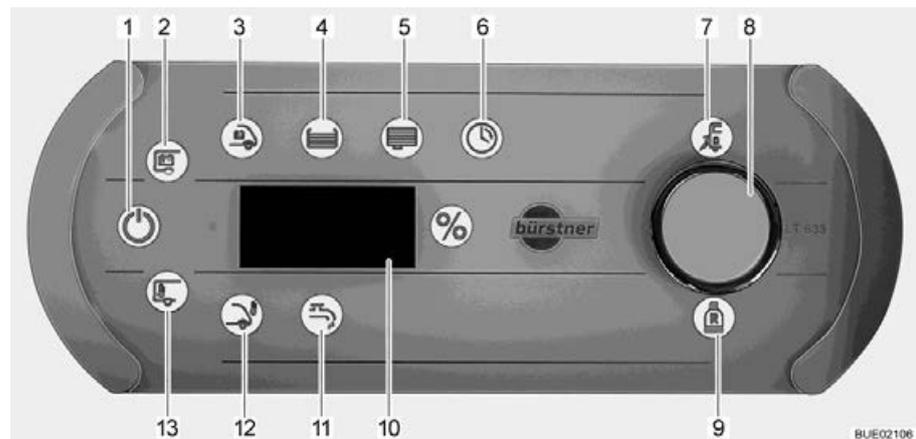

Bild 185 Panel LT 633
Das Symbol Netzkontrolle (Bild 185,7) leuchtet, wenn das Fahrzeug mit 230-V-Netzspannung versorgt wird. Die Batterien werden geladen.
- Den Drehtaster (Bild 185,8) kurz drücken. Das Symbol 12 V EIN (Bild 185,1) leuchtet. Wenn die Symbole 12 V EIN und Wohnraumbatterie (Bild 185,2) dreimal blinken, ist die Spannungsversorgung stillgelegt.
- Den Drehtaster (Bild 185,8) drücken und ca. 5 Sekunden lang gedrückt halten. Das Symbol Wohnraumbatterie (Bild 185,2) blinkt und auf der Anzeige (Bild 185,10) wird "On" angezeigt.
- Den Drehtaster loslassen. Das Symbol 12 V EIN (Bild 185,1) leuchtet. Die Spannungsversorgung ist eingeschaltet.
- Den Drehtaster drehen, bis das Symbol Wasserpumpe (Bild 185,11) leuchtet. Auf der Anzeige wird der momentane Schaltzustand ("On" oder "OFF") dargestellt.
- Den Drehtaster drücken. Der Schaltzustand wechselt von "On" nach "OFF" bzw. von "OFF" nach "On": Die Versorgung der Wasserpumpe ist eingeschaltet bzw. ausgeschaltet. Wenn die Wasserpumpe eingeschaltet ist, leuchtet das Symbol Wasserpumpe (Bild 185,11).
- Den Drehtaster drehen, bis das Symbol Wohnraumbatterie (Bild 185,2) leuchtet. Die Batteriespannung der Wohnraumbatterie wird auf der Anzeige ca. 20 Sekunden lang angezeigt (z. B. "13,8U" für 13,8 Volt).
- Den Drehtaster drehen, bis das Symbol Starterbatterie (Bild 185,3) leuchtet. Die Batteriespannung der Starterbatterie wird auf der Anzeige ca. 20 Sekunden lang angezeigt.
- Den Drehtaster drehen, bis das Symbol Wassertank (Bild 185,4) leuchtet. Das Symbol "%" leuchtet. Der Füllstand des Wassertanks wird auf der Anzeige ca. 20 Sekunden lang angezeigt.
- Den Drehtaster drehen, bis das Symbol Abwassertank (Bild 185,5) leuchtet. Das Symbol "%" leuchtet. Der Füllstand des Abwassertanks wird auf der Anzeige ca. 20 Sekunden lang angezeigt.
Gasreserve Das Symbol Reserve-Gasflasche (Bild 185,9) leuchtet, wenn die Reserve-Gasflasche verwendet wird.
Innen- und Außentemperatur anzeigen: ■ Den Drehtaster drehen, bis das Symbol Innentemperatur (Bild 185,13) oder Außentemperatur (Bild 185,12) leuchtet. Auf der Anzeige wird die angewählte Temperatur angezeigt.
Uhr stellen: ■ Den Drehtaster drehen, bis das Symbol Uhr (Bild 185,6) leuchtet.